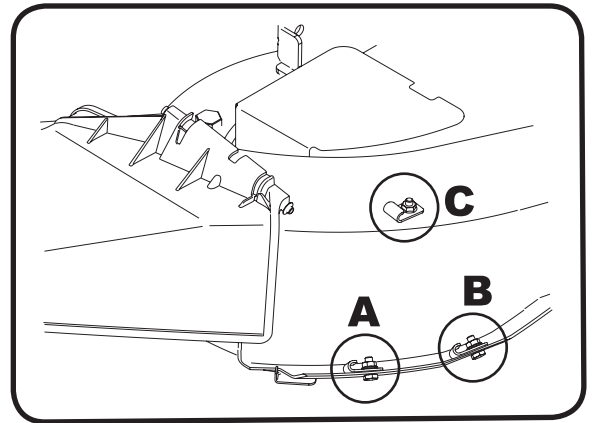

Figure 21
1. Sur certains modèles anciens, une attache est déjà installée sur le plateau de coupe, près de l'ouverture de la goulotte d'éjection, en position A, B ou C, comme illustré à la Figure 21. Dans ce cas, l'attache doit être enlevée et une goupille de collecteur d'herbe doit être installée.